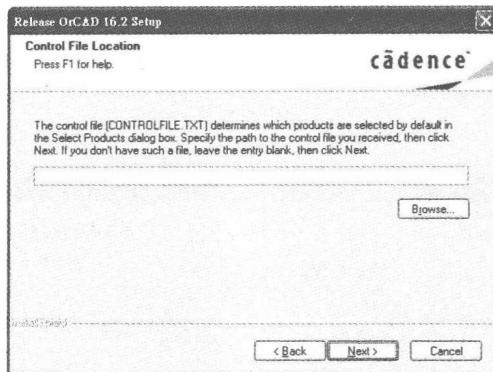

图 1.5
⑦ 如果您是专业版的使用者,在购买 OrCAD 系列产品后会收到原厂寄来的安装项目控制文件(Control File),此时您就要将存储该文件的完整路径及文件名输入图 1.5 中的空格。至于试用版的使用者并没有这个文件,所以只要直接单击“Next >”键即可。